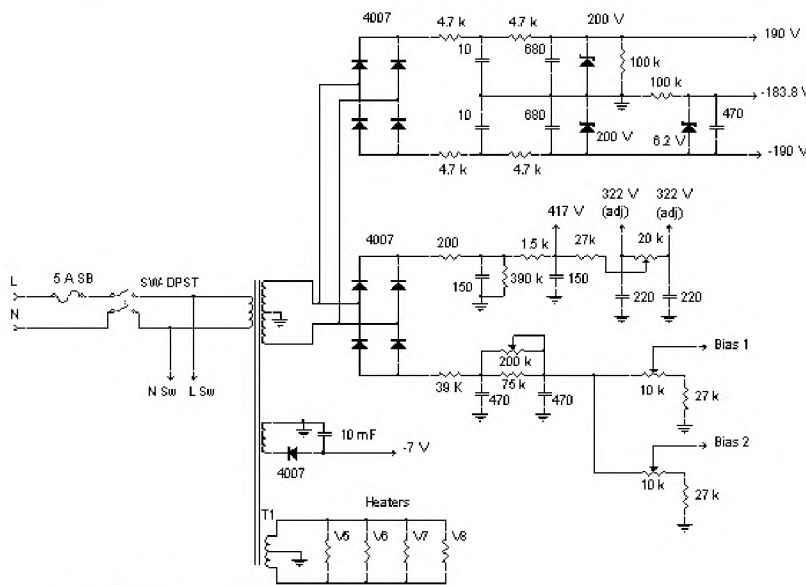

**Рис.27**
**CIRCLOTRON OTL.** В 1955 г. фирма Electro-Voice полностью избавилась от врожденного порока SEPP - асимметрии - путем введения плавающего питания и переворота в одном из плеч лампы и источника питания (рис.27). В конце 80-х фирма Atma-Sphere Music Systems вернулась к «хорошо забытому старому» CIRCLOTRONу в своем усилителе MA-1. Выходное сопротивление этой схемы  $R_{вых} = R_l / (2 + \mu)$ , для нашего примера с четырьмя 6С33С это 10,6 Ом, а в Atma-Sphere MA-1, выполненном на 12 параллельных лампах